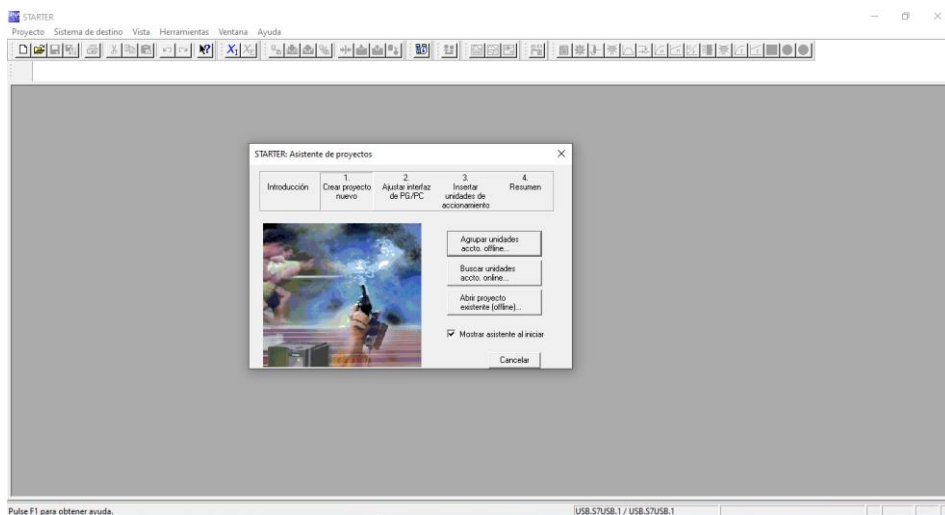

Figura 7: Asistente de proyecto STARTER.
- Al iniciar el programa, se abrirá una ventana de **Asistente de Proyectos**, esta ventana, ayudará a crear un nuevo proyecto y vincular las unidades de accionamiento conectadas (ver Figura 7).